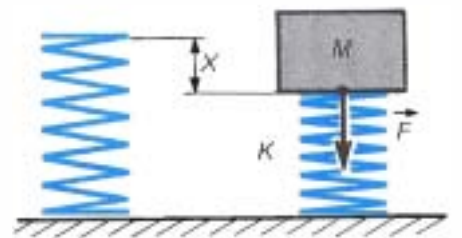

Figure 13.17 • Raideur d'un ressort.
Un ressort est caractérisé par sa raideur (K). La raideur d'un ressort est le rapport qui existe entre l'intensité de la force (F) agissant sur celui-ci et la déflexion (X) ou variation de hauteur du ressort (figure 13.17).